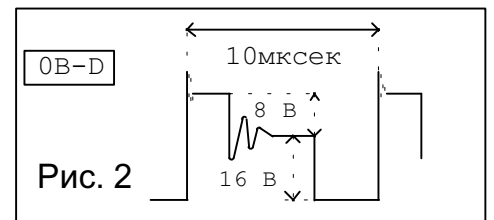

Рис. 2
6. Выходной ток УЗ приводит к падению напряжения на **датчике тока [5]**, которым является резистор R7. При достижении уровня 0,7 В, это напряжение переводит транзистор VT1 в проводящее состояние, который воздействует на микросхему DA2, **являющейся гальванической развязкой сигнала обратной связи [10]**, провоцируя в DA2 ток через светодиод. Выход микросхемы DA2, управляет микросхемой DA1, изменяя длительность её проводящего состояния, организуя т.о. стабилизацию выходного тока методом широтно-импульсной модуляции. Осциллограмма напряжения на выходе импульсного трансформатора (точка измерения D), должна соответствовать эпюре представленной на рис.2, приложения 2.
4. Установить тумблер SA2 в положение «Вкл.». Выходной ток, который показывает РА2, должен быть  $0,24А \pm 0,2А$ . Показание прибора PV2 должно соответствовать  $6,0 \pm 0,6 В$ , а осциллограмма в точке [D] эпюре на рис.2 приложения 2. Входной ток, измеренный прибором РА1, не должен превышать 0,1А.